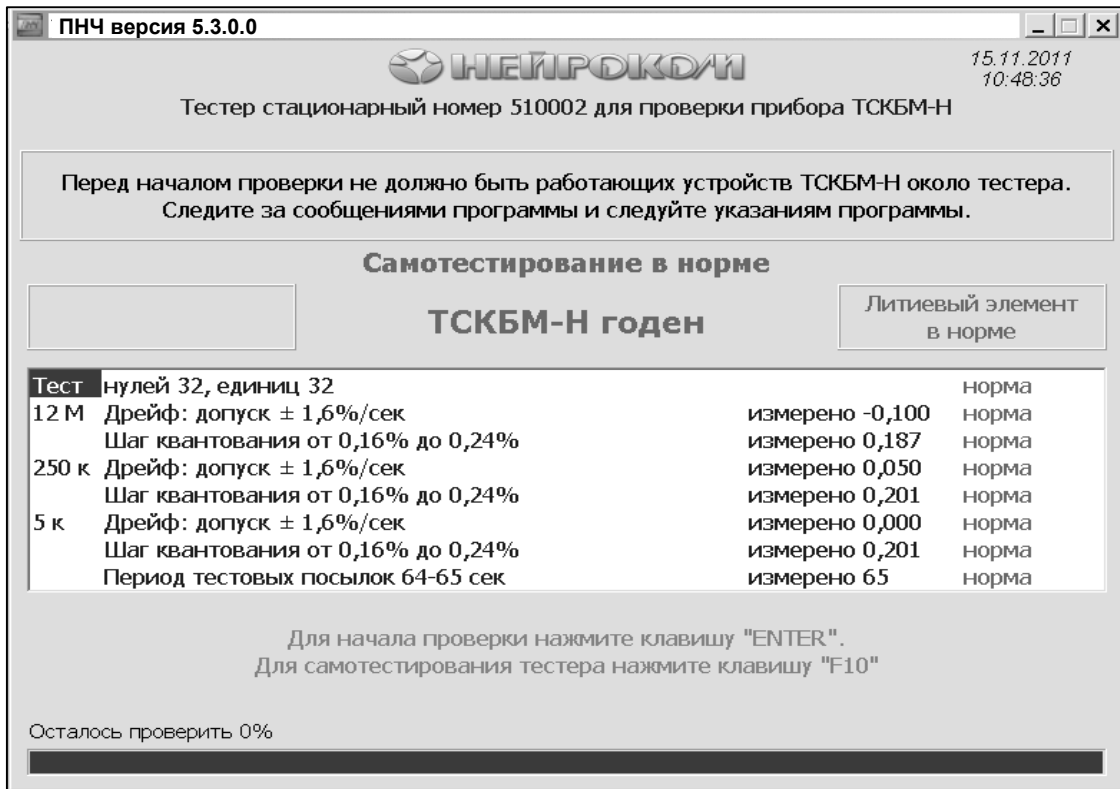

Рисунок 2.28 - Окно программы контроля прибора ТСКБМ-Н. Результат проверки
- 7) После этого на экране должно появиться сообщение «**Программа проводит тестирование ТСКБМ-Н. Ждите**». Одновременно на экран выводится сообщение об оставшемся времени проверки в виде убывающих процентов. По окончании проверки и выполнения указаний программы выдается сообщение «**ТСКБМ-Н годен**» или «**ТСКБМ-Н не годен**», см. рисунок 2.28.